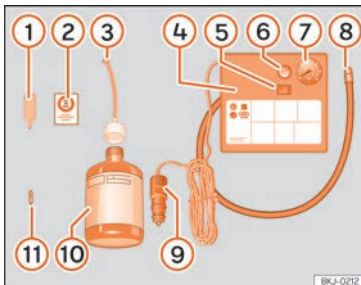

Abb. 39 Prinzipdarstellung: Bestandteile des Pannensets.
Das Pannenset befindet sich im Gepäckraum unter dem Bodenbelag. Es besteht aus folgenden Bestandteilen » **Abb. 39**:
- Ventilkappe und Ventileinsatz vom Reifenventil abschrauben. Verwenden Sie den Ventileinsatzdreher » **Abb. 39** ① zum Heraus-schrauben des Ventileinsatzes. Legen Sie den Ventileinsatz auf einem sauberen Untergrund ab.
- Reifendichtmittelflasche kräftig schütteln » **Abb. 39** ⑩.
- Schrauben Sie den Einfüllschlauch » **Abb. 39** ③ auf die Dichtmittelflasche. Die Folie am Verschluss wird automatisch durchstoßen.
- Verschlussstopfen vom Einfüllschlauch » **Abb. 39** ③ entfernen und das offene Ende ganz auf das Reifenventil stecken.
- Ventileinsatz mit dem Ventileinsatzdreher » **Abb. 39** ① wieder in das Reifenventil schrauben.
- Reifenfüllschlauch » **Abb. 39** ⑧ des Luftkompressors fest auf das Reifenventil schrauben.
- Prüfen, ob die Luftablassschraube »» **Abb. 39** ⑥ zugedreht ist.
- Stecker »» **Abb. 39** ⑨ in die 12 Volt-Steckdose des Fahrzeugs stecken »» **Seite 164**.
- Luftkompressor mit dem EIN- und AUS-Schalter »» **Abb. 39** ⑤ einschalten.
- Kleben Sie den Aufkleber »» **Abb. 39** ② im Sichtfeld des Fahrers auf das Kombi-Instrument.
Den Reifenfüllschlauch »» **Abb. 39** ⑤ wieder anschließen und den Reifenfülldruck an der Reifenfülldruckanzeige ⑥ ablesen.